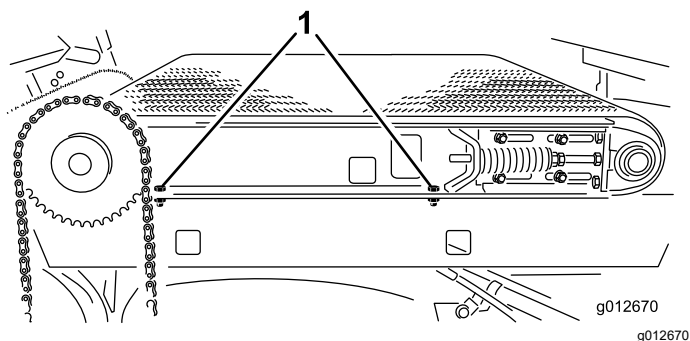

Figura 36
2. Sul lato destro della macchina, serrate le 2 viti a testa cilindrica che fissano la guida del telaio scorrevole al parafrangente destro (**Figura 36**).